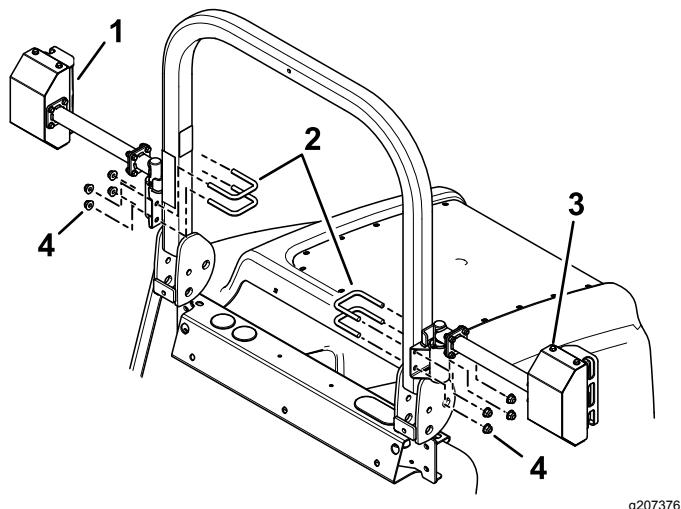

Figure 7
1. Montez les feux arrière gauche et droit à l'aide de 4 étriers filetés et 4 écrous à embase (3/8") (Figure 7). Veillez à ne pas recouvrir l'autocollant.